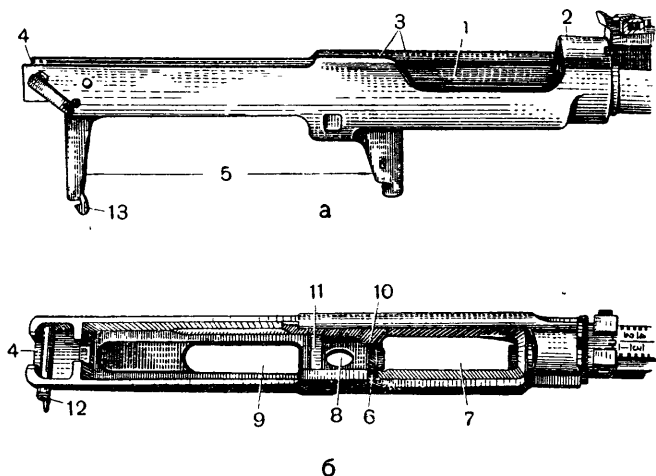

Рис. 27. Ствольная коробка:
26. Ствольная коробка (рис. 27) служит для помещения затвора с возвратным механизмом, крепления ударно-спускового механизма, магазина и обеспечения запираия ствола затвором.